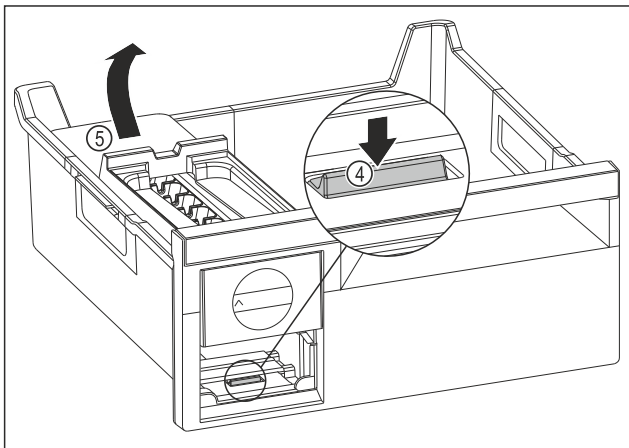

Fig. 91
- ▶ Вийняти корпус EasyTwist-Ice: натиснути накладку Fig. 91 (4) пальцем вниз і одночасно підняти корпус EasyTwist-Ice Fig. 91 (5) ззаду іншою рукою.